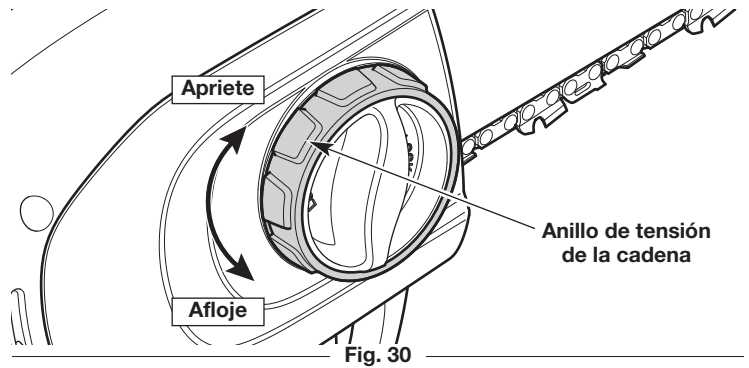
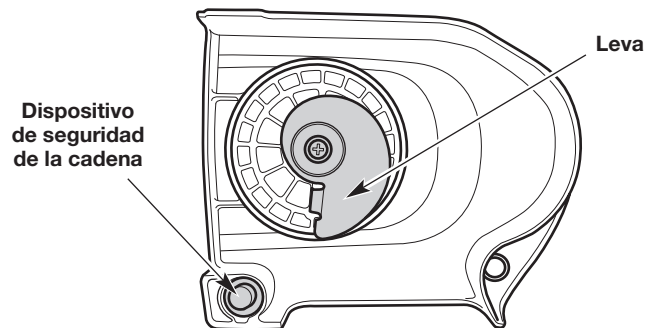

Fig. 30
Fig. 35
2. Sostenga la punta de la barra de guía hacia arriba y gire la perilla de tensión de la cadena para ajustar la tensión (Fig. 30).
5. Gire el anillo de tensión de la cadena (Fig. 30) hasta que la leva del interior de la cubierta de la barra esté en la posición que se muestra (Fig. 35).
6. Coloque la cubierta de la barra en la carcasa del motor. Asegúrese de que el dispositivo de seguridad de la cadena se asiente firmemente en el orificio de la carcasa del motor (Fig. 35).
7. Gire el anillo de tensión de la cadena (Fig. 30) en el sentido de las agujas del reloj hasta que la cubierta de la barra esté conectada a la carcasa del motor y la barra de guía empiece a moverse hacia adelante.